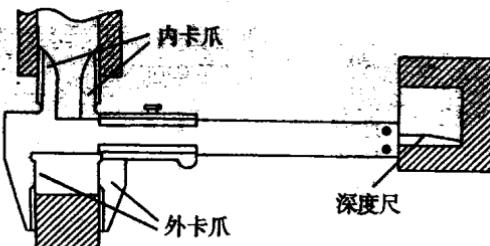

图 1-13 游标卡尺及测量方式
(1) 结构(图 1-13) 内卡爪用来测量孔径的尺寸；外卡爪用来测量轴径的尺寸；深度尺用来测量孔的深度和台阶